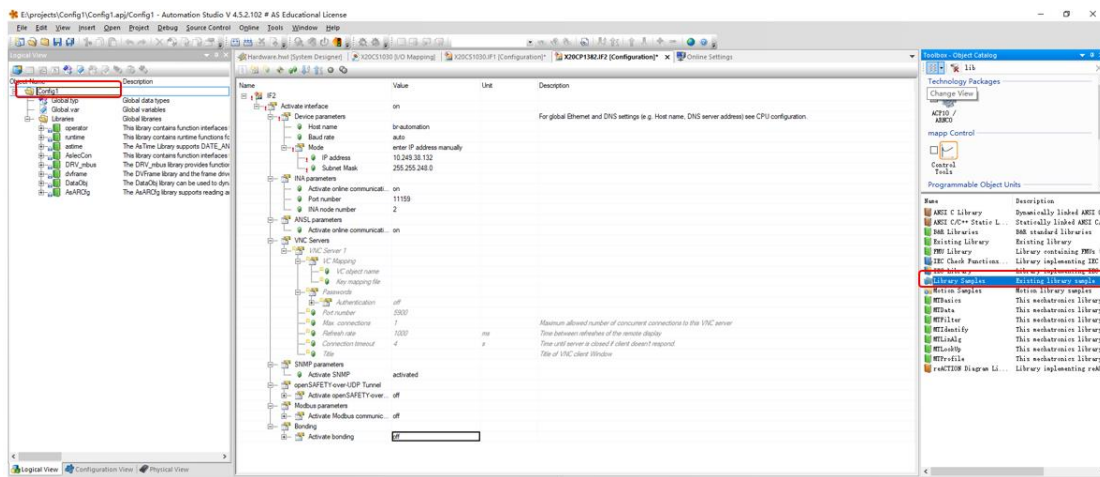

图1-29 查找例程序
10.在逻辑视图，选中项目名称（如图 1-29 中 Config1），从右侧工具箱搜索并找到例程 Library Samples，选中后双击，或者拖动到左侧项目浏览器内。